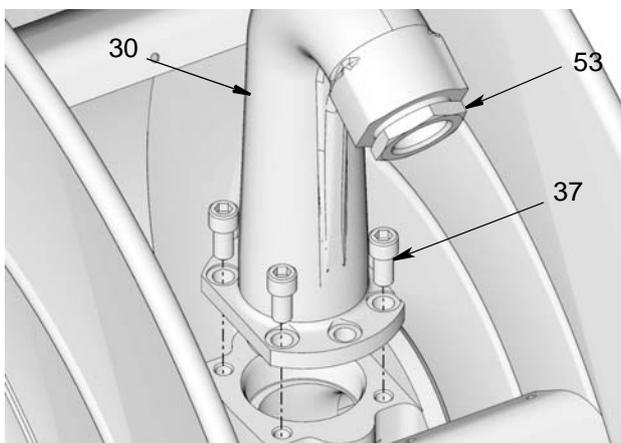

FIG. 6: Se muestra la salida de baja presión. Los modelos de presión media usan 6 pernos.
3. Para facilitar la instalación de la manguera, Graco recomienda retirar la salida (30) del carrete. Para ello, retire los pernos (37) que sujetan la salida al carrete (FIG. 6).
4. Aplique sellador de roscas de tubos o envuelva cinta de PTFE alrededor de las roscas del reductor (53) (de ser necesario). Luego instale el reductor (53) en el extremo de la salida (FIG. 6). Use dos llaves sobre las caras planas, trabajando en sentidos opuestos, para apretar el reductor con seguridad en el accesorio de salida.